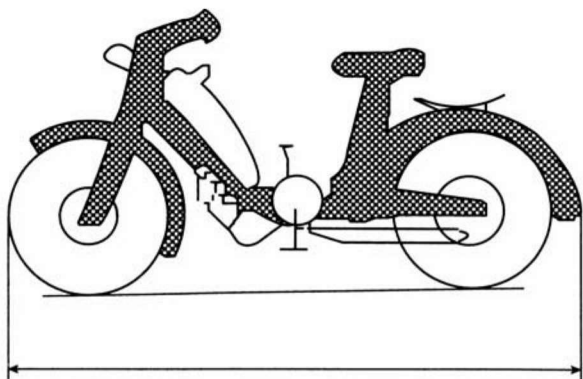

图 1-4 摩托车的长
(2) 长:垂直于纵向中心平面  $Y$  且分别与车辆前、后端相接触的两个铅垂面间的距离,如图 1-4 所示,单位为  $\text{mm}$ 。